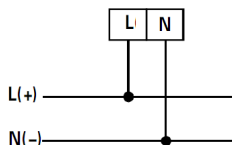

Рис. 2 – Подключение напрямую
1. Подключите прибор к исследуемой цепи в соответствии со схемами подключения (см. рис. 2, 3).